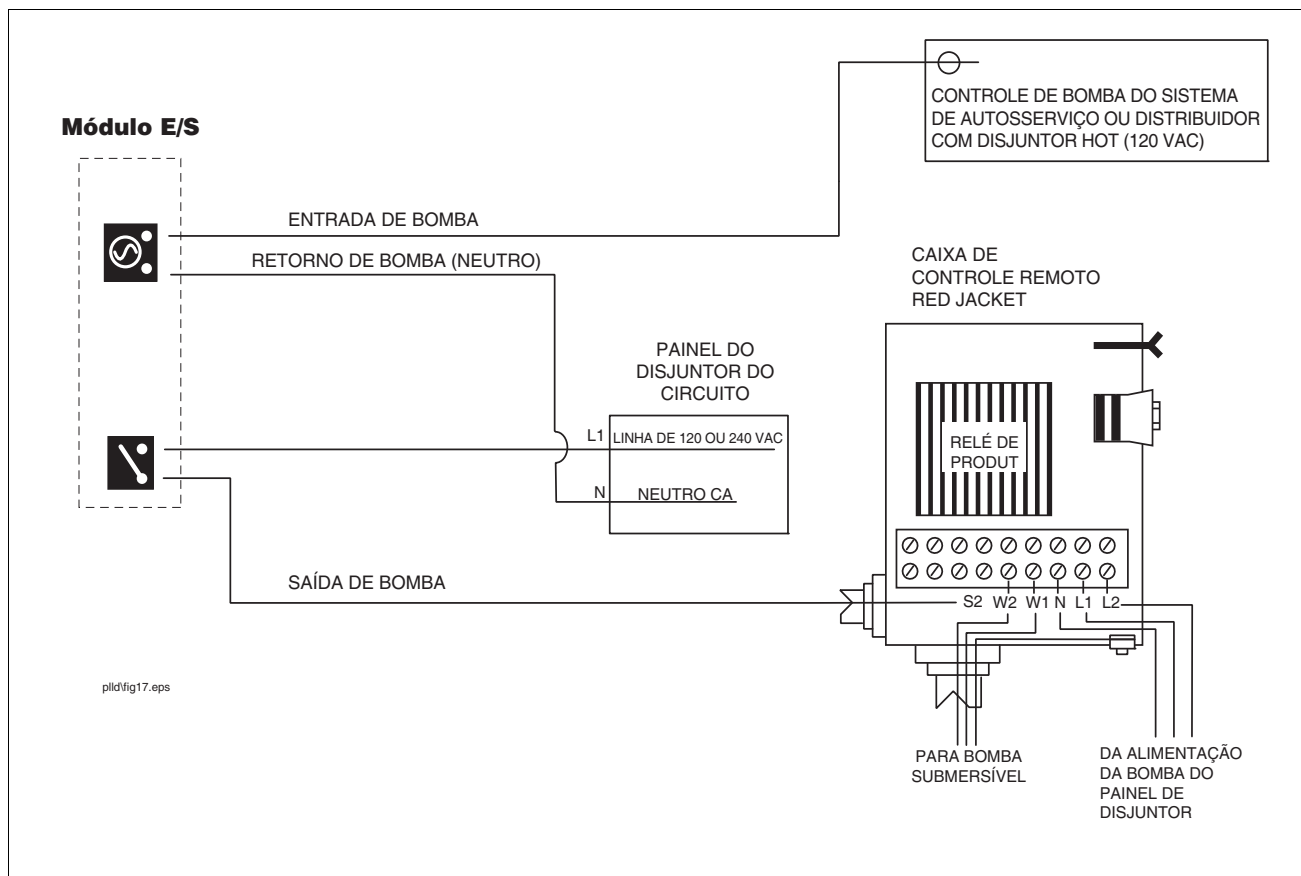
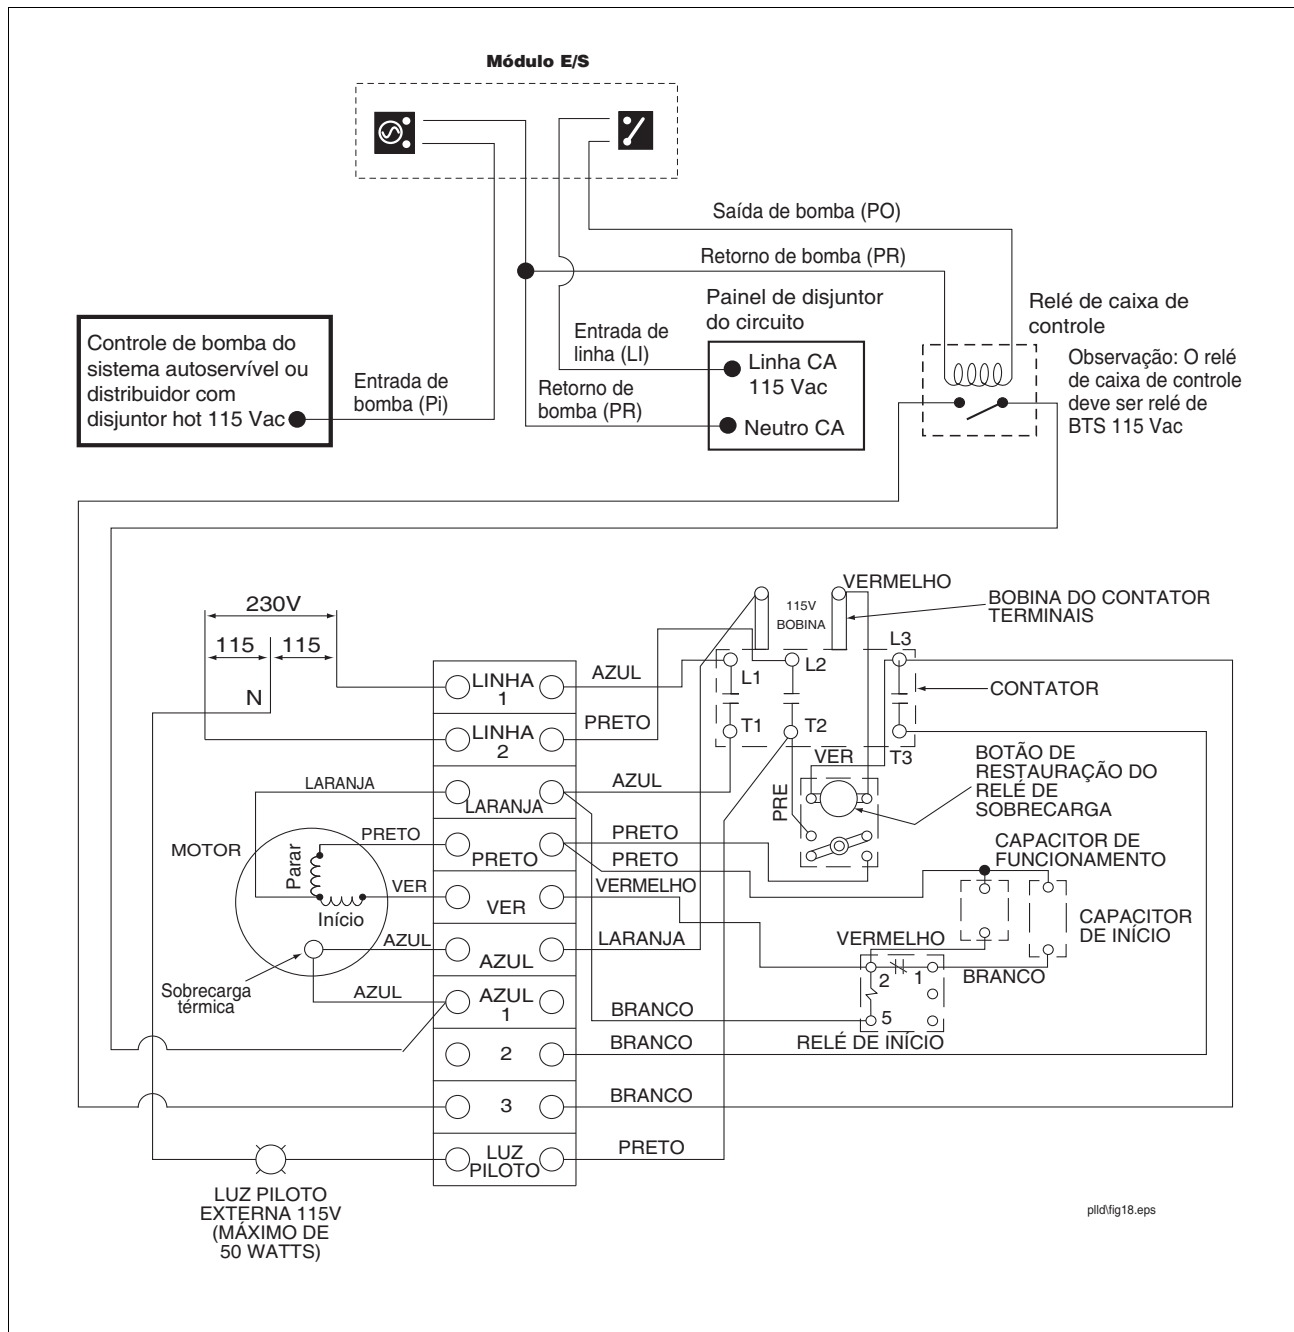
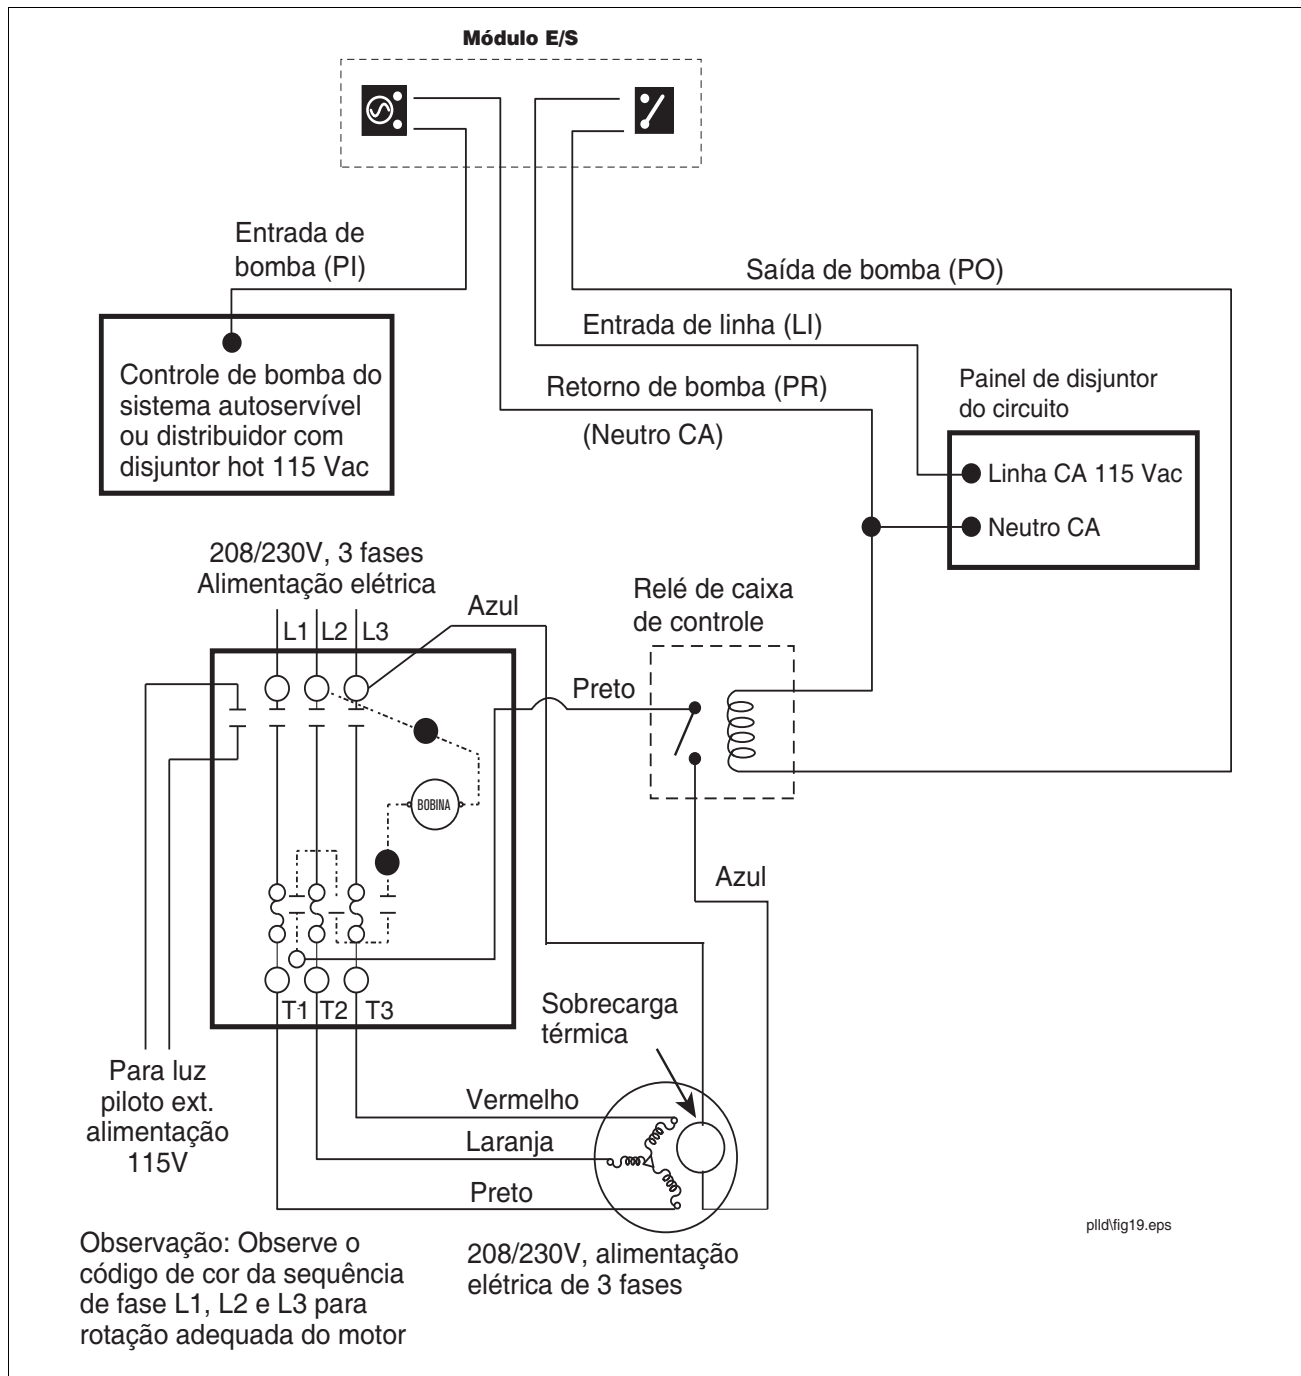

Figura 17. Diagrama de controle de bomba do DPLLD para caixa de controle de relé da Red Jacket
Figura 18. Fiação de fase única da Maxxum Big-Flo da Red Jacket
Figura 19. Fiação de 3 fases da Maxxum Big-Flo da Red Jacket
- Red Jacket (ver Figura 17, Figura 18 e Figura 19)